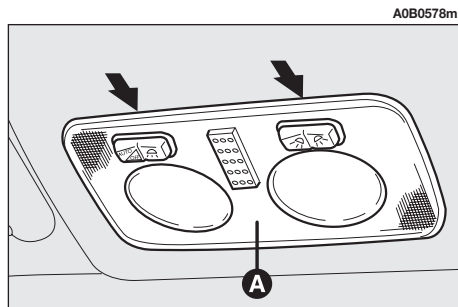

fig. 52
- Sortir le plafonnier (**A-fig. 52**) en faisant levier sur les points indiqués par les flèches.